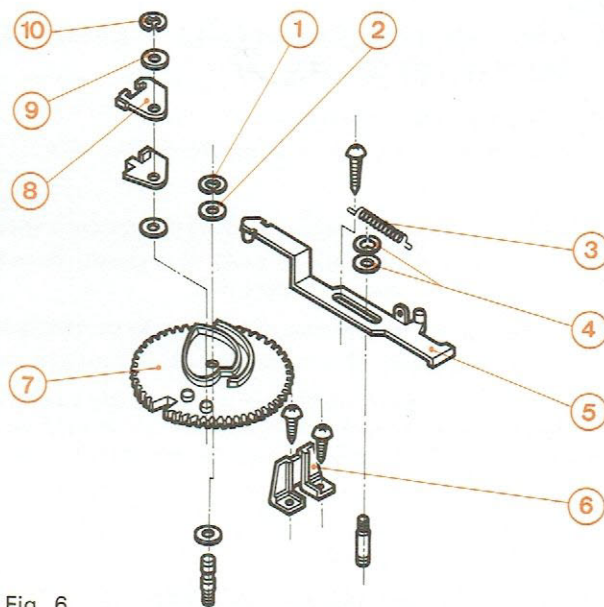

Fig. 6
D. DEMONTAGE DE LA CAME (Fig. 6)
- 2° - Retirer les vis de fixation du guide (6) du coulisseau (5), l'anneau d'arrêt et rondelle (4) ainsi que le ressort (3) pour libérer le coulisseau de la came (7).
- 3° - Enlever l'anneau d'arrêt (1) et la rondelle plastique (2) maintenant la came (7) sur son axe.
- 4° - Déboîter l'ensemble came (7) et cliquet d'arrêt (8).
- 5° - Retirer l'anneau d'arrêt (10) et la rondelle (9) pour séparer l'ensemble cliquet d'arrêt de la came (7).